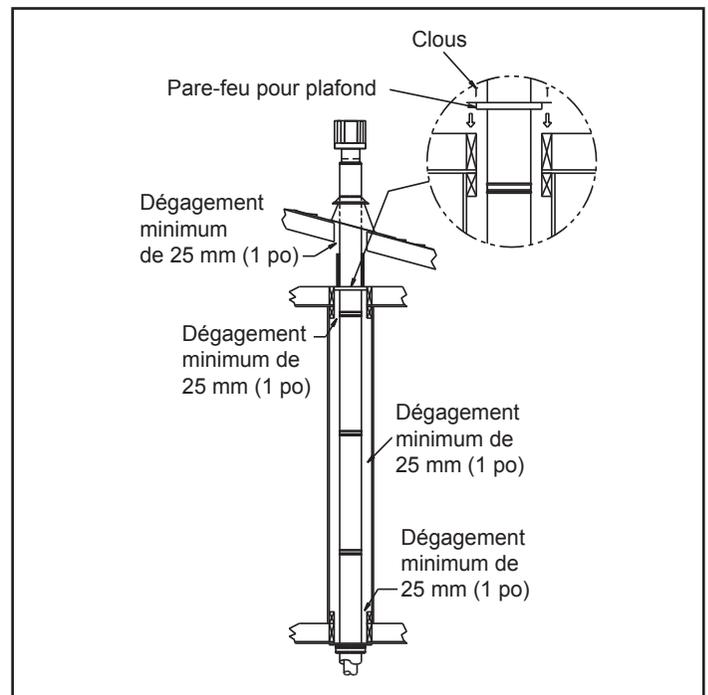

Figure 7.13
- Les endroits occupés au-dessus du rez-de-chaussée, y compris les armoires et les espaces de rangement traversés par le conduit de fumée doivent être clos. Voir la figure 7.13. pour les dégagements requis entre le conduit et le cloisonnement.